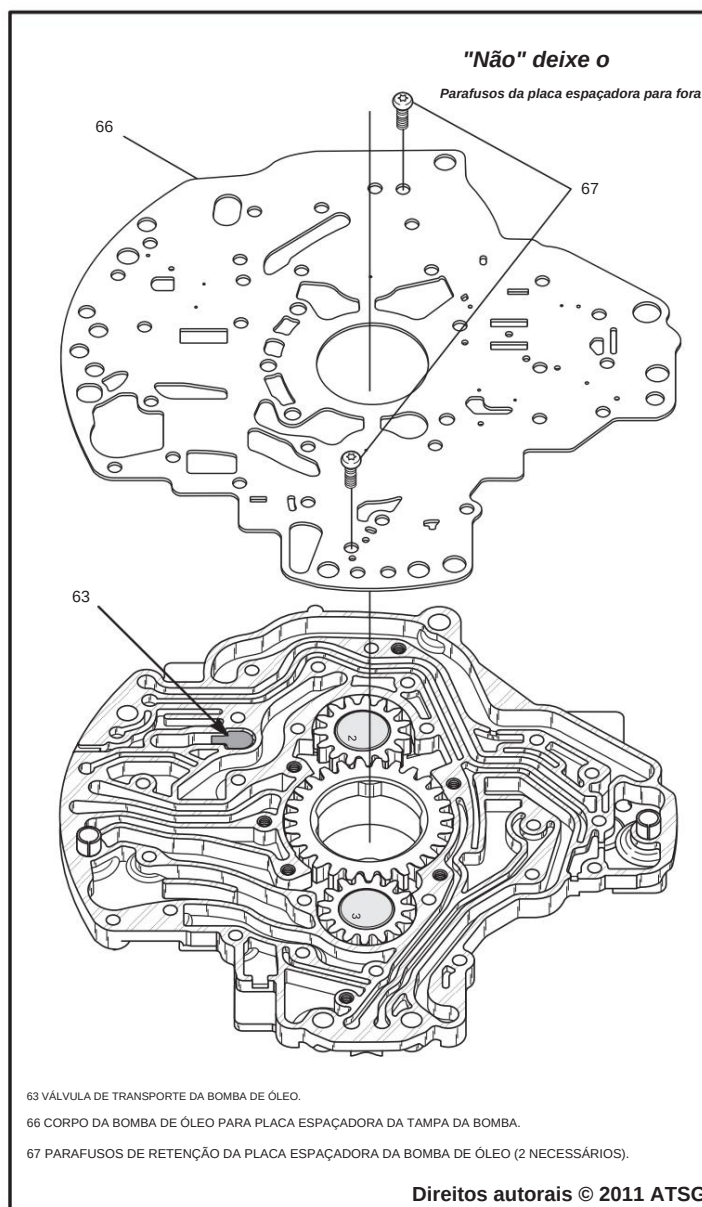

Figura 114
11. Certifique-se de que a válvula de transporte esteja encaixada e instale-a placa espaçadora da bomba de óleo sobre os pinos de alinhamento, conforme mostrado na Figura 114.
12. Instale os dois parafusos de retenção da placa espaçadora, conforme mostrado na Figura 114 e aperte os parafusos a 4,5 N·m (40 pol.lb.).